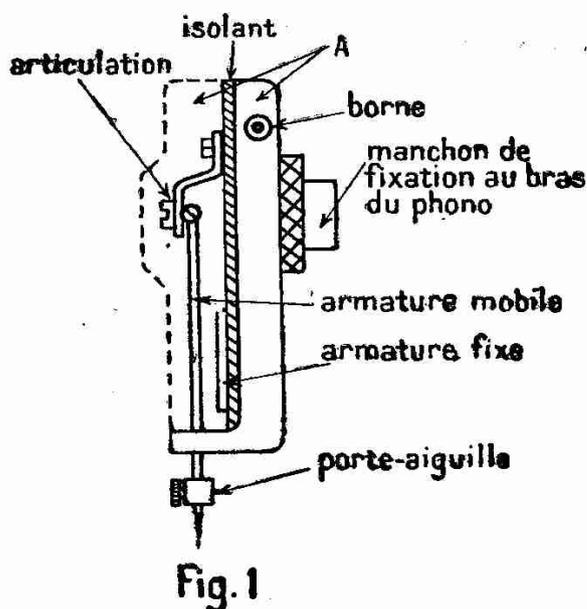

Fig. 1
Schématiquement nous ferons comprendre ce qu'est cet appareil (fig. 1) : un boîtier en aluminium avec couvercle (A) renferme une armature métallique rectangulaire fixée à plat sur une feuille isolante et une seconde armature, mobile à sa partie supérieure, solidaire du porte-aiguille à sa partie inférieure.